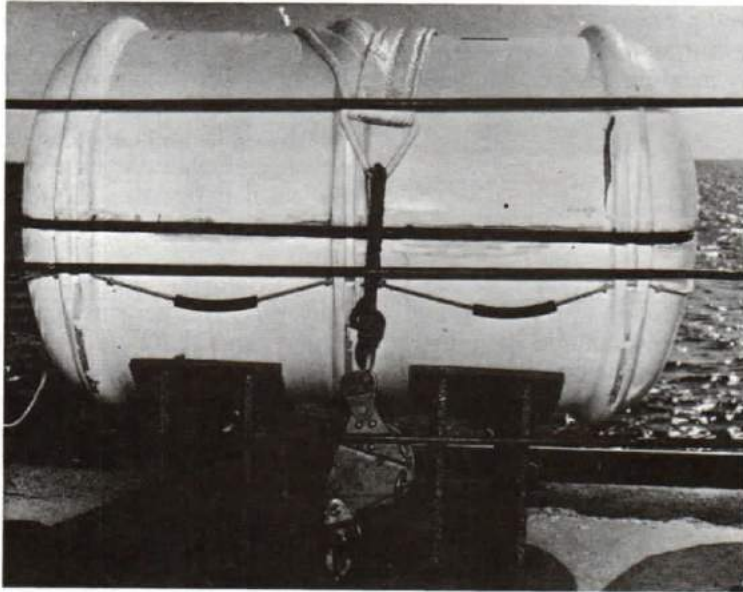

Figure 7-19
1. Figures 7-19, 7-20, 7-21, 7-22, and 7-23 illustrate the latest 20-man inflatable life-raft used in the sea environment. Two new and outstanding characteristics are the daylight fluorescent canopy and the three-arch construction.
1. Les figures 7-19, 7-20, 7-21, 7-22 et 7-23 montrent le plus récent modèle de radeau de sauvetage pneumatique en usage dans l'élément Mer; le radeau peut prendre 20 hommes à son bord. Il offre deux caractéristiques principales tout à fait récentes: un tendelet fluorescent de jour et une charpente à trois arceaux.